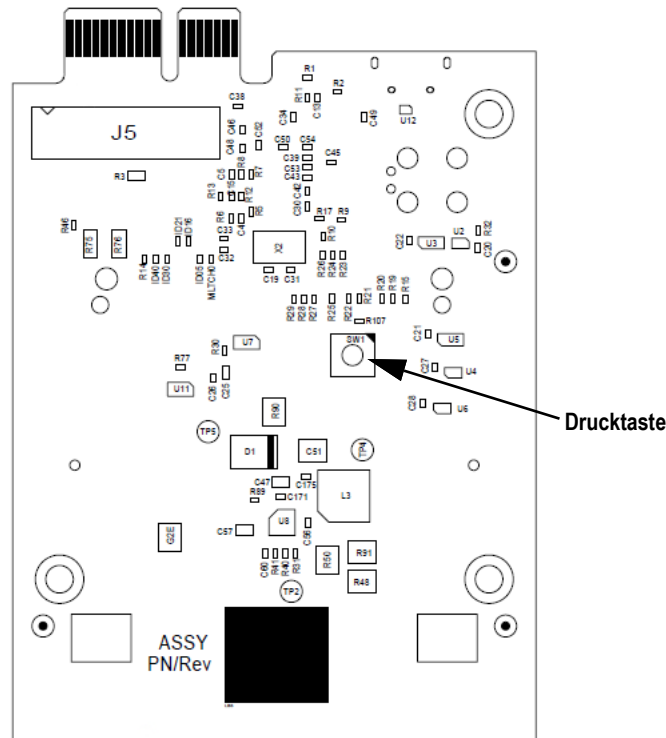

Abbildung 10-4. Position der Drucktaste auf der Anybus-Host-Karte (PN 164756)
6. Halten Sie den Druckknopf auf der Karte gedrückt und stecken Sie den USB-Micro-Stecker in den Anschluss J4 (siehe Abbildung 10-4). Der PC erkennt ein entferntbares USB-Gerät mit der Bezeichnung *CRP DISABLD*.